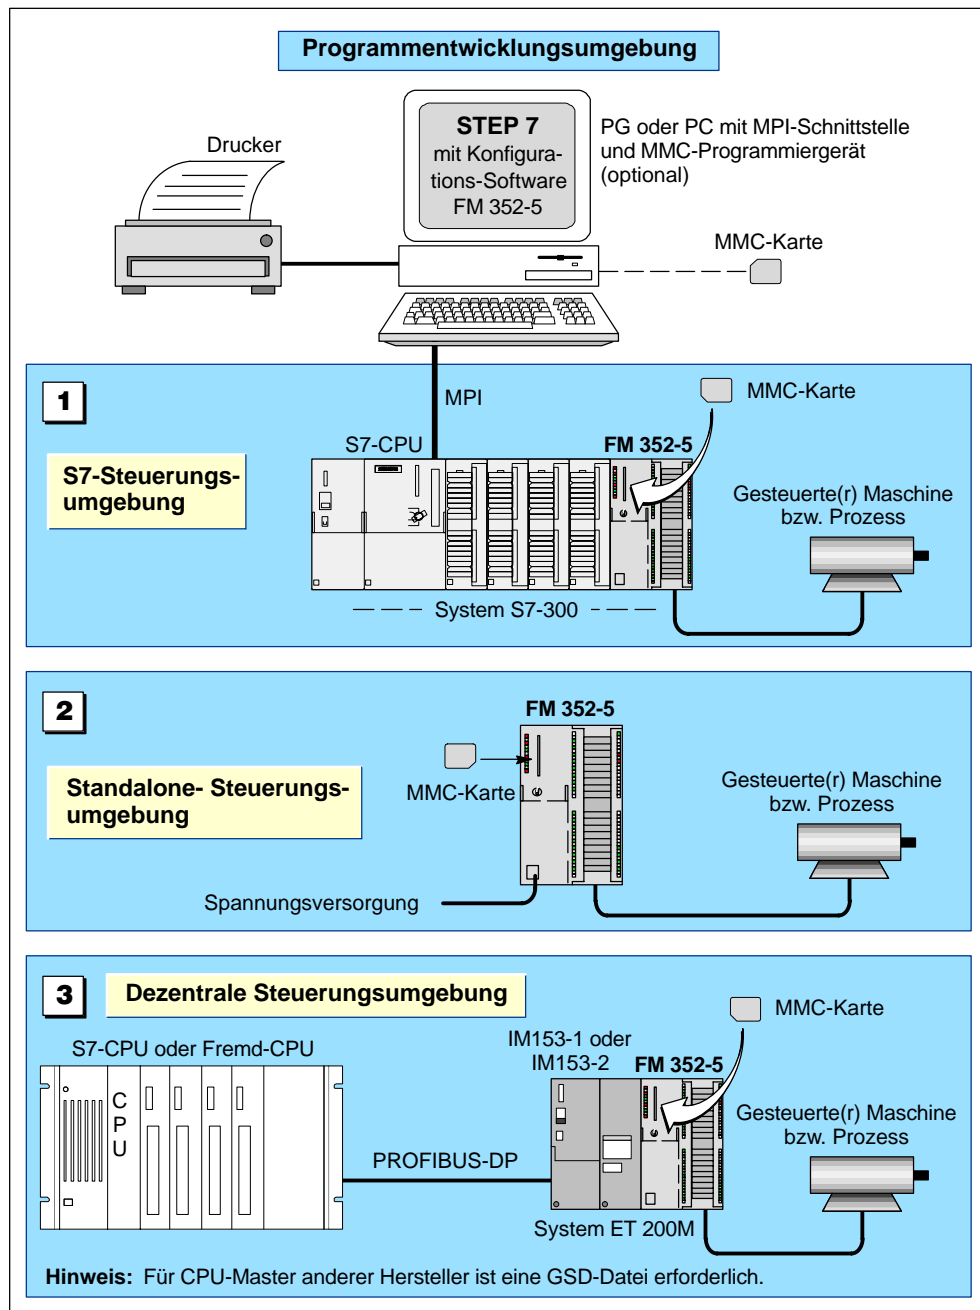

Bild 1-3 Beispiele für Systemkonfigurationen
Bild 1-3 zeigt einige Systemkonfigurationen, die mit der Baugruppe FM 352-5 möglich sind. Das Steuerprogramm wird in der STEP 7-Umgebung mit der Konfigurations-Software FM 352-5 entwickelt. Die Baugruppe FM 352-5 kann in folgenden Konfigurationen arbeiten: ❶ in einem S7-System, ❷ in einer Standalone-Konfiguration oder ❸ in einem dezentralen System (mit S7-Master oder Nicht-S7-Master) mit PROFIBUS-Kommunikation.